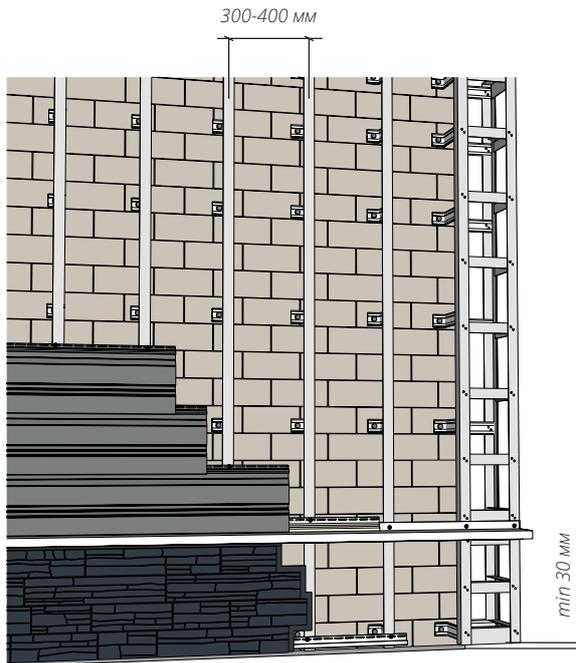

Рисунок 12. Обрешетка НПФС Grand Line
- 9.3** Для монтажа сайдинга горизонтально обрешетка монтируется вертикально. Шаг обрешетки по осям должен быть не более 300 – 400 мм (рис. 12, 13).
- 9.4** Расстояние от грунта, отмостки и т.д. до нижнего края обрешетки должно быть не менее 30 мм, это обеспечит доступ воздуха в подфасадное пространство и обезопасит обрешетку и смонтированный фасадный материал от последствий при пучениях грунта в зимний период (рис. 12, 13).